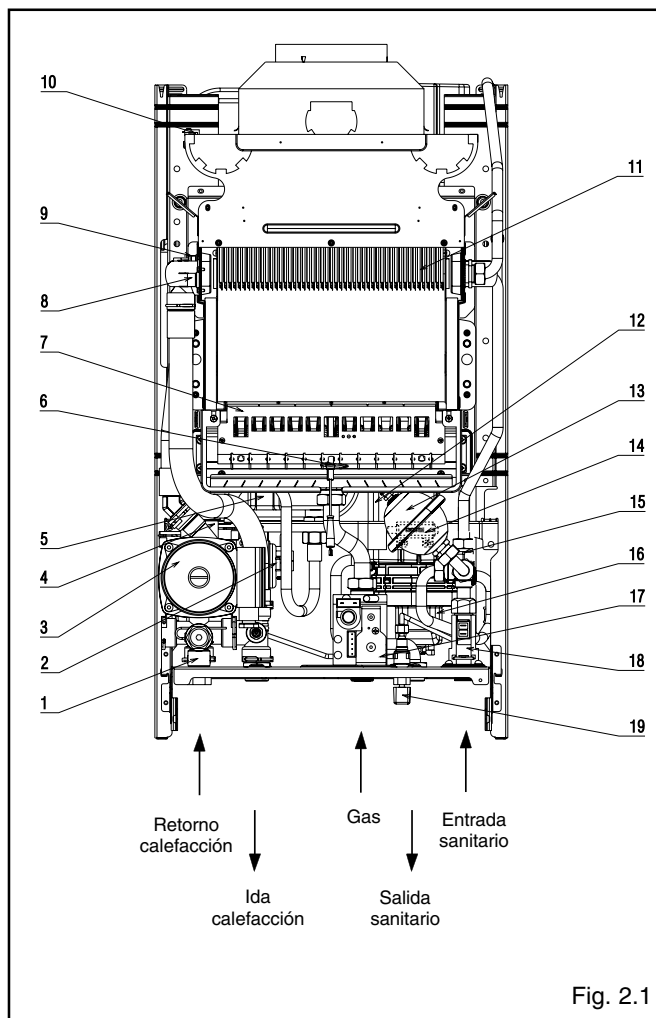

Fig. 2.1
La caldera está equipada con un sistema de control de la correcta evacuación de los productos de la combustión: termostato humos (10) (fig. 2.1) que, en el caso de anomalía, interrumpe inmediatamente el funcionamiento del aparato. Para restablecer el funcionamiento de la caldera coloque el selector de función en , esperar 5-6 segundos, y volverlo a colocar luego en la posición deseada: verano o invierno. En caso de que la caldera no vuelva a funcionar normalmente, hay que llamar al Servicio de Asistencia Técnica.